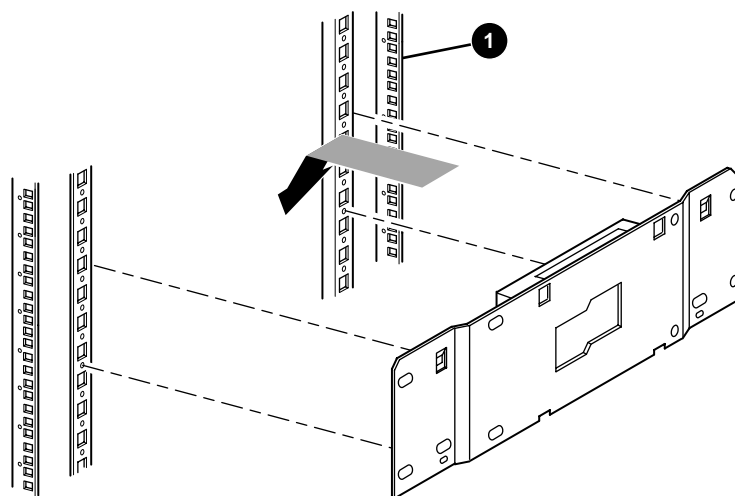

図2-1: 標準の7000/8000/10000ラック エンクロージャにLANハブをインストールする
1. 図2-1～図2-4に示すように、ケージナットおよびクリップナットを取り付けます。